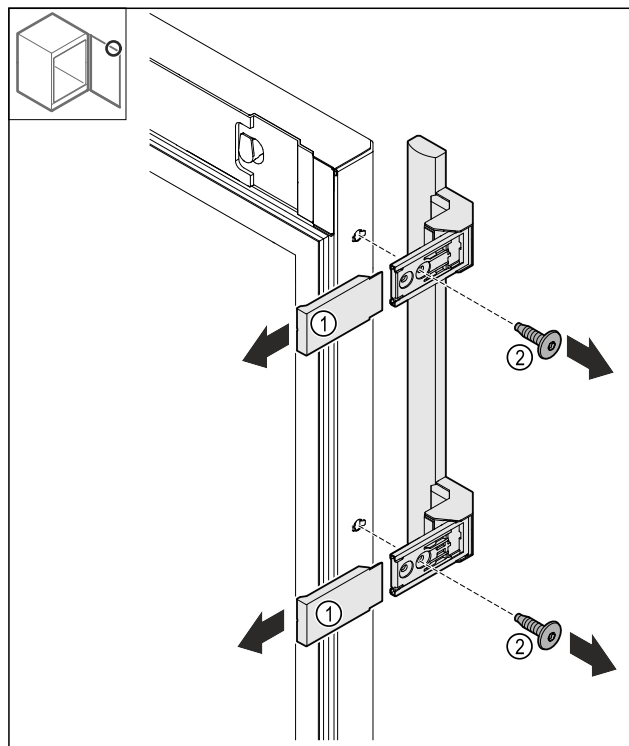

Fig. 18
- Retirer les caches Fig. 18 (1).
- Desserrer les vis Fig. 18 (2).